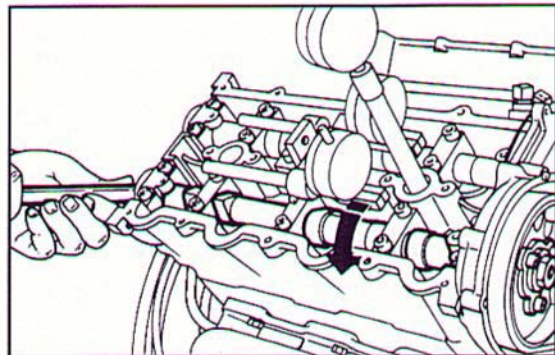
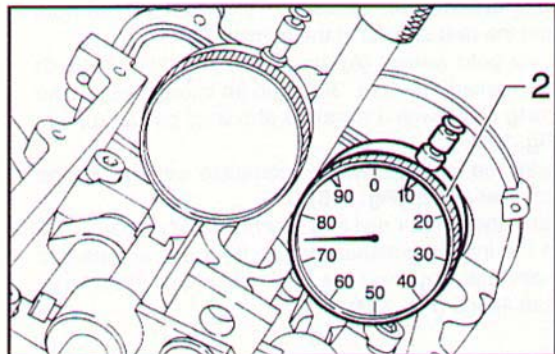

Fig. 301 ▼
Fig. 302 ▲
- agendo sul dado avvitato sul codolo posteriore dell'albero di distribuzione di scarico (**Fig. 301**), far ruotare l'albero stesso (in senso orario per aumentare l'apertura della valvola, in senso antiorario per diminuirla), fino ad aprire la valvola di quanto necessario (nell'esempio raffigurato di 0,25 mm, lettura sul comparatore di -0,25) per avere un'apertura di 0,70 mm al PMS (**Fig. 302**);
- bloccare provvisoriamente il mozzetto puleggia e azzerare il comparatore (2);
- using the nut locked on to the rear shank of the exhaust camshaft (**Fig. 301**), rotate the shaft (clockwise to increase valve aperture, anti-clockwise to decrease aperture), until the valve is opened as much as necessary (0.25 mm in the example in the figure, reading on dial gauge -0.25) to have an aperture of 0.70 mm at TDC (**Fig. 302**);
- secure the pulley hub temporarily and zero the dial gauge (2);